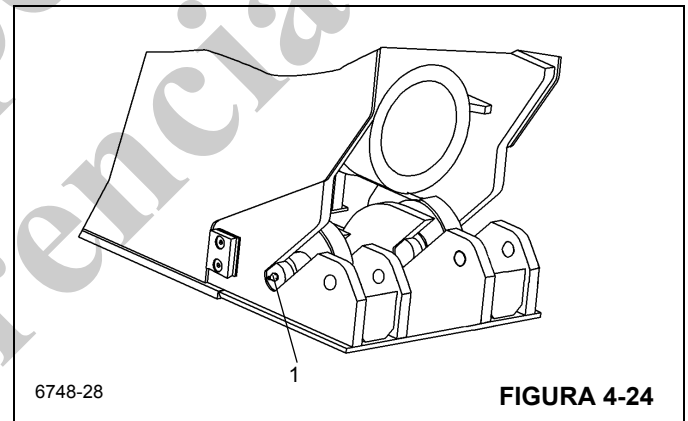

FIGURA 4-24
1. En la parte trasera de la sección central exterior, en ambos lados, saque el perno y el buje retenedor del cable de encima de cada conjunto de polea de cable de retracción (Figura 4-24, 1).